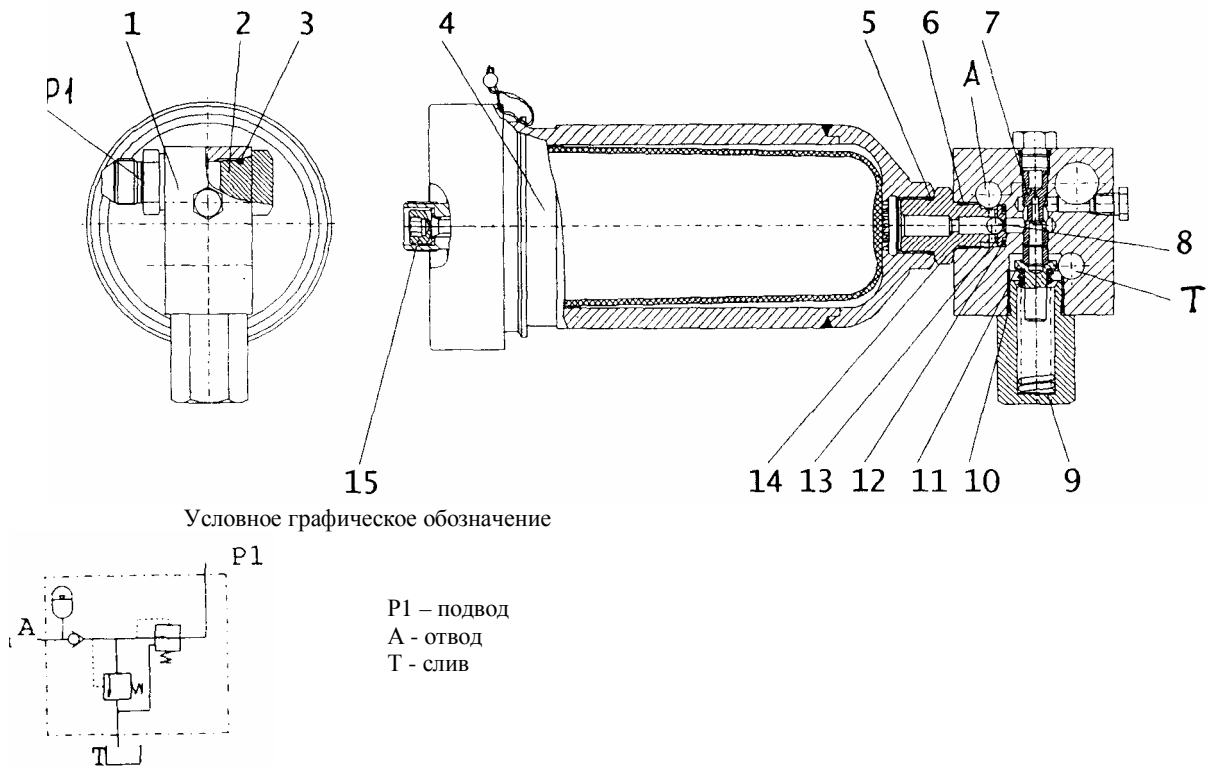

Рис. 58 Пневмогидроаккумулятор
14. ПНЕВМОГИДРОАККУМУЛЯТОР (рис. 58)